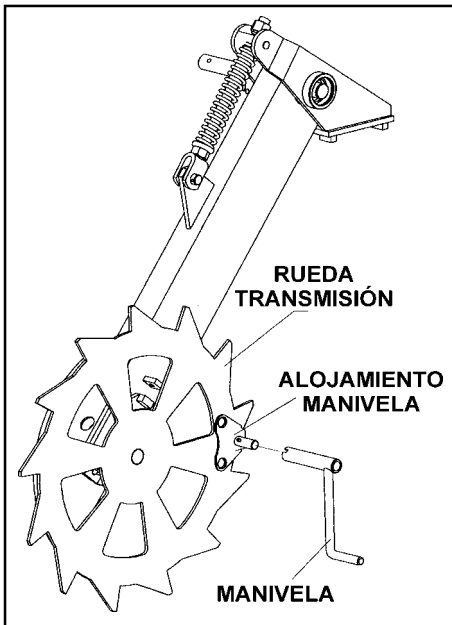

fig. 10
**TROISIÈME:** lever la machine jusqu'à la roue de transmission (fig. 10) ne soit pas en contact avec le sol et on donne quelques tours jusqu'à la semence tombe sur l'auget. On doit retourner cette semence dans la trémie et alors, on commence à tourner selon le tableau.